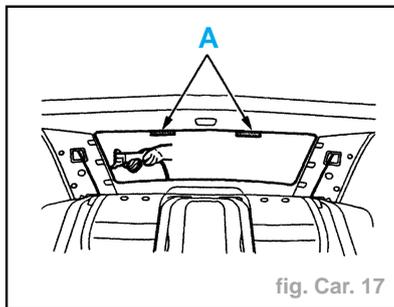

fig. Car. 17
- Plaquer les connexions (4) contre la lunette.
- Insérer des cales en (A) entre la tôle et la garniture du pavillon de toit, de façon à l'écarter (fig. Car. 17).